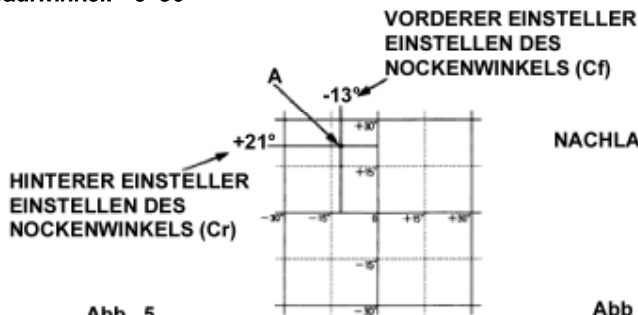

Abb. 5
3. Die vertikale Linie des gemessenen Winkels des vorderen Nachstellexzenter und die horizontale Linie des Winkels des hinteren Nachstellexzenter auf dem Diagramm zeichnen, und den Schnittpunkt (A) ermitteln (Abb. 5).